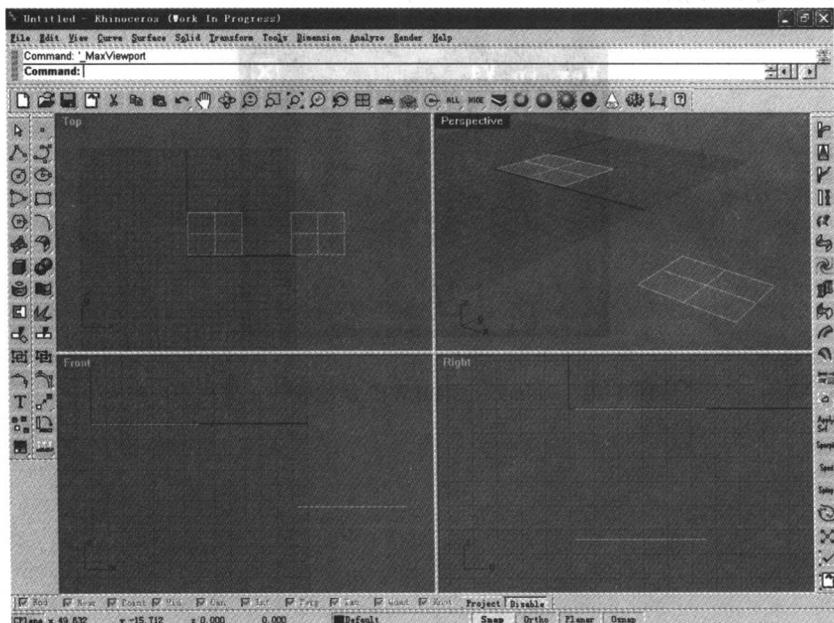

图 1-8 创建平面
(3) 在 Top 视图中创建两个平面，如图 1-8 所示。